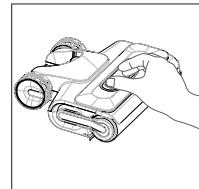

Fig. 12 – Retirada de la cubierta
- ▶ Pulse el botón (1) para apagar el aparato.
- ▶ Retire la cubierta del rodillo de microfibra presionando a la vez los dos botones de desbloqueo de la parte superior y tirando de la cubierta hacia arriba (**véase Fig. 12**).